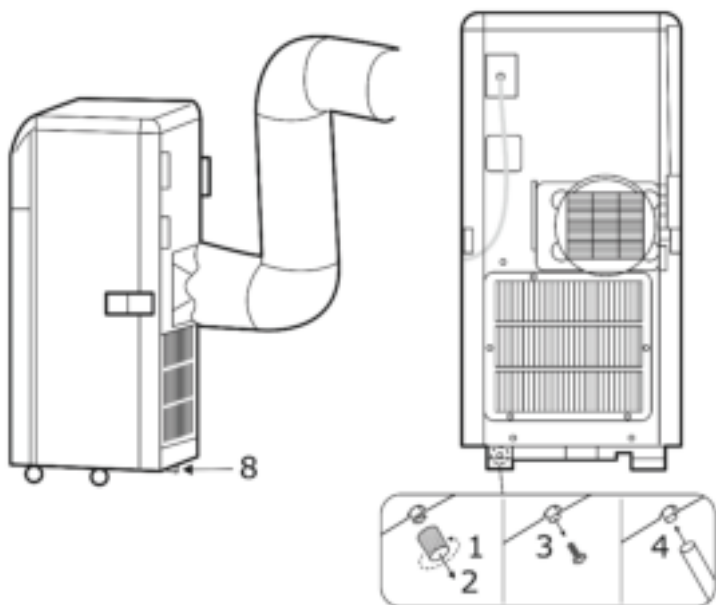

Abb. 5 Anschluss Wasserablaufschlauch
- Schließen Sie den Fensterblendenadapter an der Fensterblende an (siehe Abb.5).